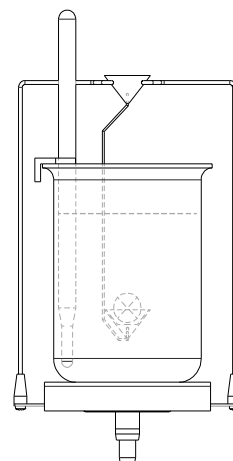

Abb. 3
4. Körper in den unteren Becher legen und «SET» drücken (Abb. 3).